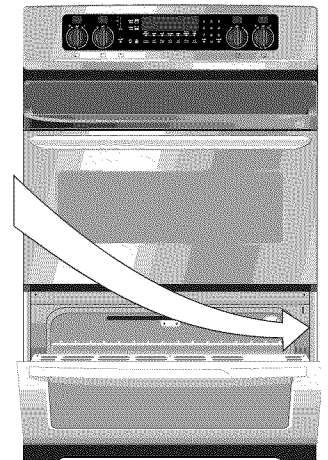

Figura 6
NOTA: La cocina corrediza eléctrica viene de fabrica con un agujero de diámetro 1 1/8" (2.9 cm) como se muestra en la figura 6 o 7. Si un agujero mas largo está necesario retire la arandela de la pre-cortada.
Si los códigos locales permiten la conexión del conductor a tierra del armazón al alambre neutral del cable de bronce del suministro eléctrico (vea figura 6).
2. Utilizar los tuercas suministraron en el paquete de la literatura para conectar la parte neutral del cable de bronce de suministro eléctrico al terminal plateado que se encuentra al centro del bloque terminal y, conectar los otros alambres a los terminales externos. Aparee los alambres y los terminales según el color (alambres rojos conectados al terminal derecho, alambres negros conectados al terminal izquierdo) (vea figura 6).